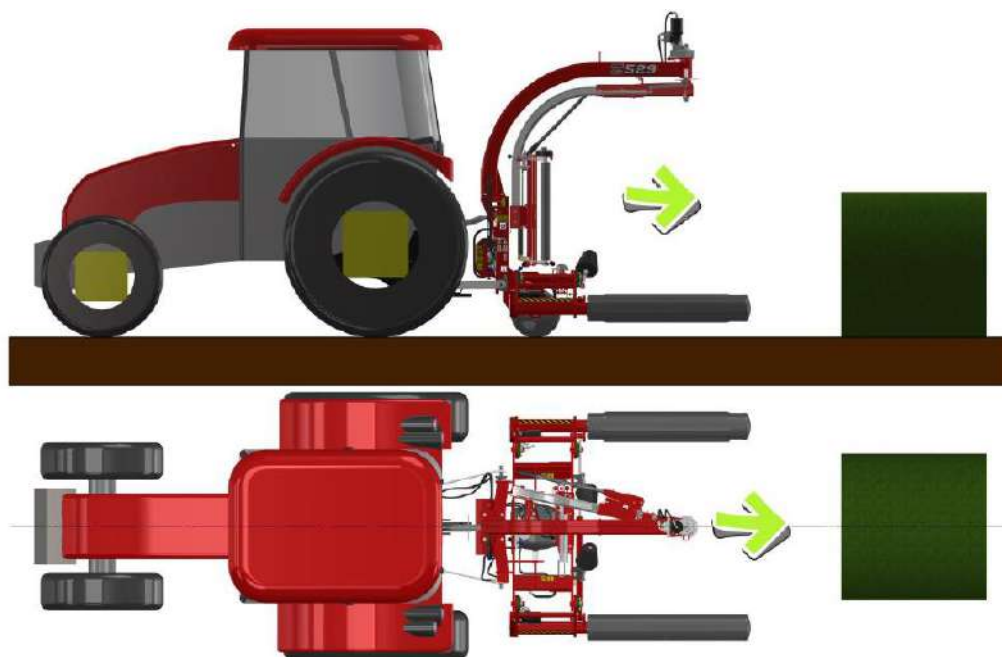

рисунок 16. Способ загрузки рулонов
3. Нажмите и придержите кнопку  чтобы разложить нижние плечи. Подъедете обмотчиком к рулону в положении для загрузки (рис. 16) Нажмите кнопку , чтобы начать загрузку рулонов. Когда загрузка закончится над кнопкой **START/STOP**, зеленый светодиод начнет мигать, показывая, что он готов начать обматывание. Если во время автоматической загрузки плечи не полностью сложатся, они должны быть сложены вручную с помощью кнопки .